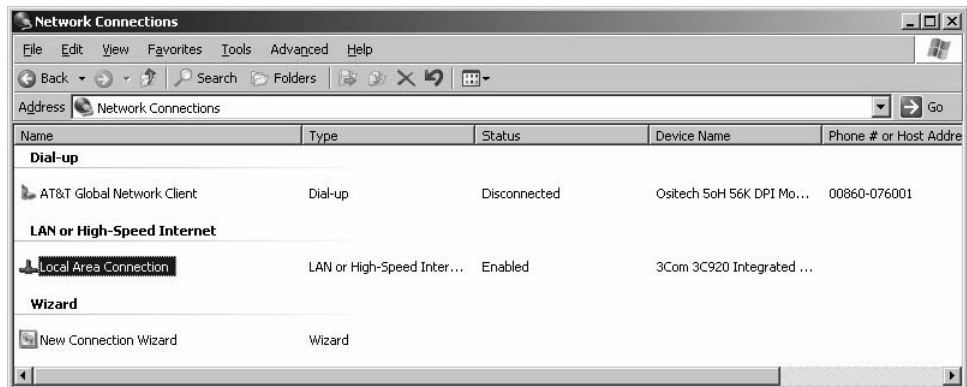

Figura 11: connessioni di rete
1. Fare click col tasto destro sull'icona **My Network Places** (*Connessioni di rete*) e selezionare **Properties** (*Proprietà*). Oppure, dal menu **Start** menu aprire il **Pannello di controllo** e selezionare **Network Connections** (*Connessioni di rete*) per aprire la finestra in cui sono visualizzate tutte le connessioni di rete (Figura 11).